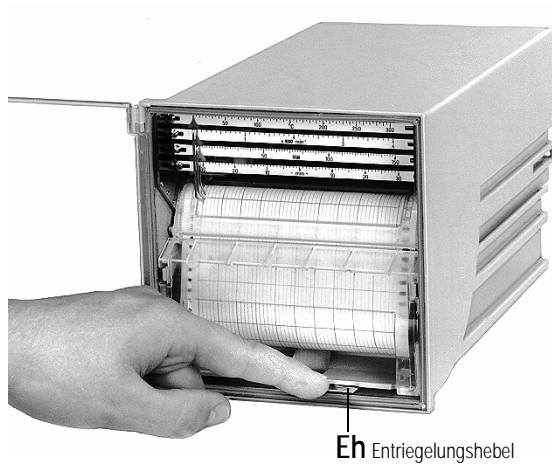
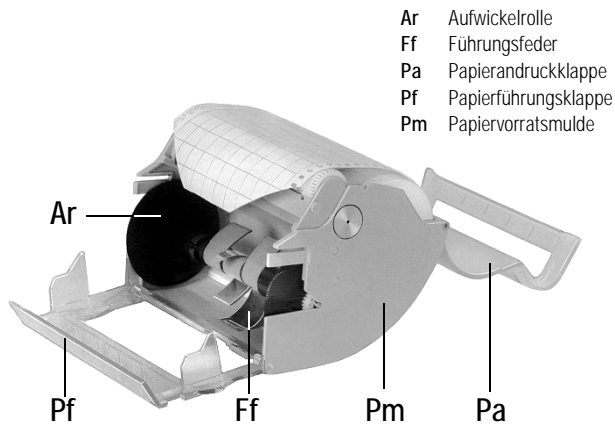
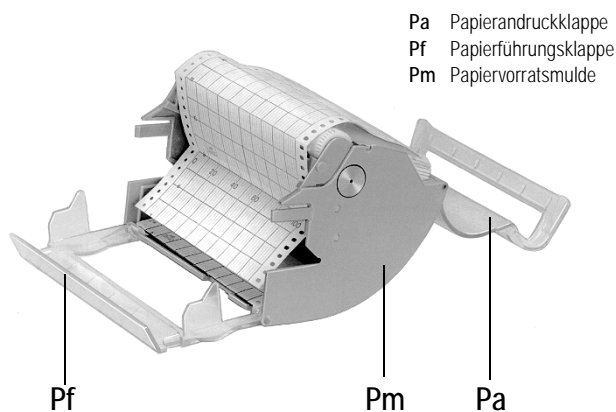

Bild 5 Schreibtablett entriegeln
Bild 6 Schreibtablett für Rollstreifen
Bild 7 Schreibtablett für Falstreifen
1.5.1 Schreibtablett für Rollstreifen (siehe Bild 5 und Bild 6)
1. Schreibtablett entriegeln: Entriegelungshebel **Eh** nach unten drücken (siehe Bild 5). Schreibtablett schwenkt nach vorne. Schreibtablett herausnehmen.
1.5.2 Schreibtablett für Falstreifen (siehe Bild 5, Bild 6 und Bild 7)
Beim Umstellen des Schreibtablettes für Rollstreifen auf Falstreifen Führungsfeder **Ff** herausnehmen (siehe Bild 6).
1. Schreibtisch entriegeln: Entriegelungshebel **Eh** nach unten drücken (siehe Bild 5). Schreibtisch schwenkt nach vorne.